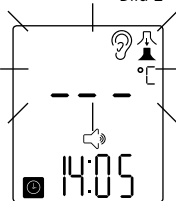

Bild 3
- Danach schaltet das Gerät in den Messmodus. Ein Piepton signalisiert die Messbereitschaft. Die Striche im Display, das Ohrsymbol und das Symbol „Schutzhülle aufziehen“ blinken (Bild 3). Vergewissern Sie sich, dass die Schutzhülle korrekt aufgezogen ist (siehe Seite 11).